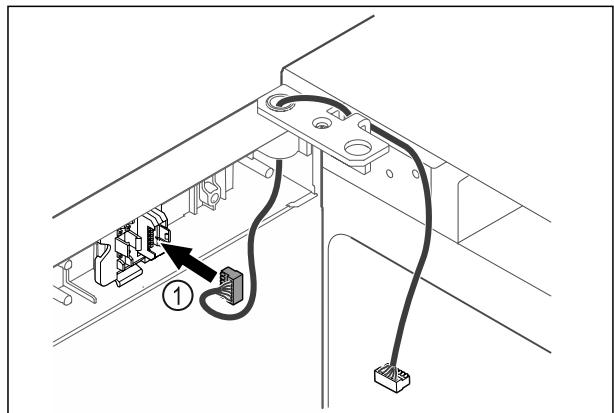

Fig. 39
- Stecker Fig. 39 (1) in Steckerhalterung einstecken.